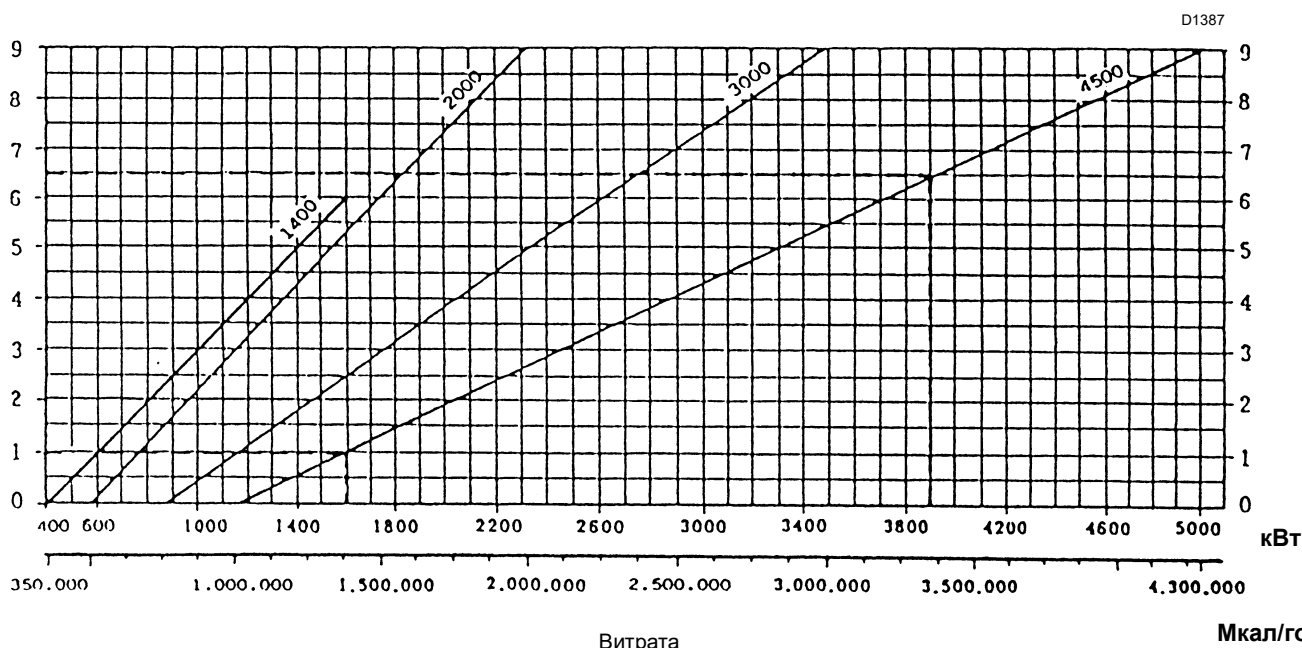

Рис. 17
Щоб отримати інший діапазон модуляції, відкалібруйте ці важелі ще раз так, щоб хід головки відповідав діаграмі (Рис. 17).
- Якщо проблеми не зникнуть, встановіть головку згоряння на мінімальне значення, на поділку 2 ÷ 3, залишивши регулювання максимальної подачі таким, як показано на діаграмі (Рис. 17).